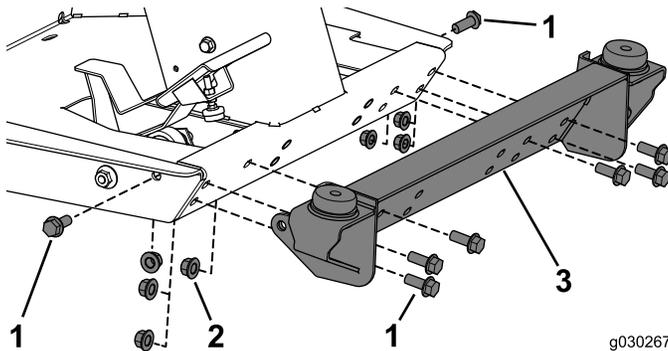

Figure 18
1. Fixez le support avant sur la machine à l'aide de 8 boulons (1/2 x 1-1/4 po) et 8 contre-écrous (Figure 18).